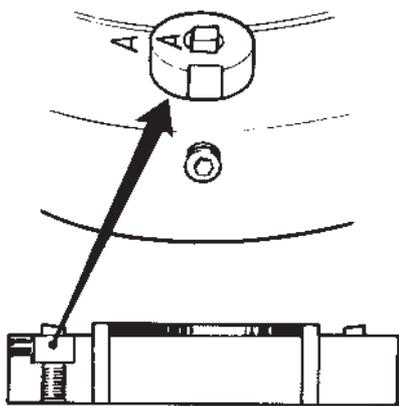

Fig. 46. Emplacement du porte-outil dans la tête de fraisage
2. Les porte-outils sont repérés par une lettre (A, B, C ou D) et la lettre correspondante se trouve estampée dans la tête de fraisage, là où le porte-outil doit être placé (figure 46).